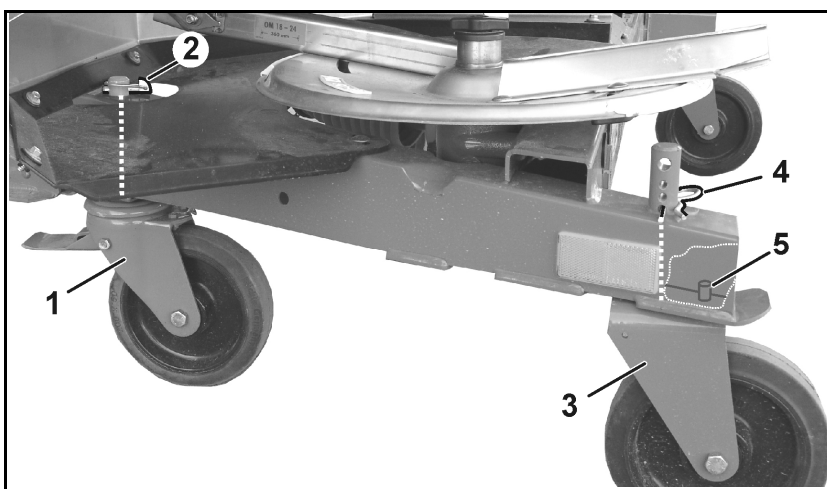

Fig. 40
5. Styrbare bremsruller (Fig. 40/1) foran
- o Monter, og foretag sikring med split (Fig. 40/2), eller
6. De faste ruller i bag (Fig. 40/3)
- o Monter, og foretag sikring med fjederstik (Fig. 40/4) i de nederste frigøringsboringer, eller
Når de faste ruller monteres, skal du sikre, at boltene (Fig. 40/5) går gennem boringen i rammen og dermed holder rullerne i længderetningen.